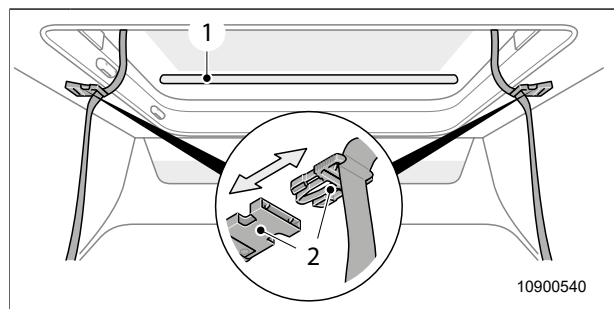

Fig. 37 Abrir el techo abatible
3. Abrir la hebilla (Fig. 37, pos. 2) en el lado derecho e izquierdo.
5. Empujar el techo abatible hacia arriba por la barra de agarre (Fig. 37, pos. 1). En esto, el techo no deberá ladear.